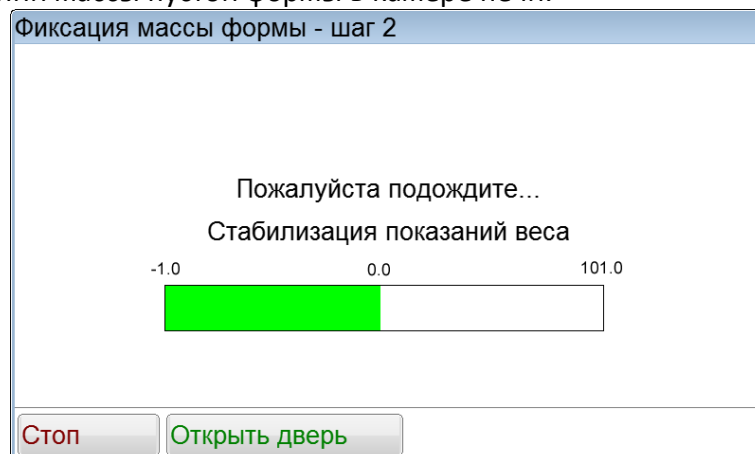

Рисунок 9 – Стабилизация показаний веса (значения указаны произвольно)
4.5.5 Появится окно **«Фиксация массы пробы – шаг 2»** (см. рисунок 9). В этот момент происходит стабилизация показаний массы пустой формы в камере печи.